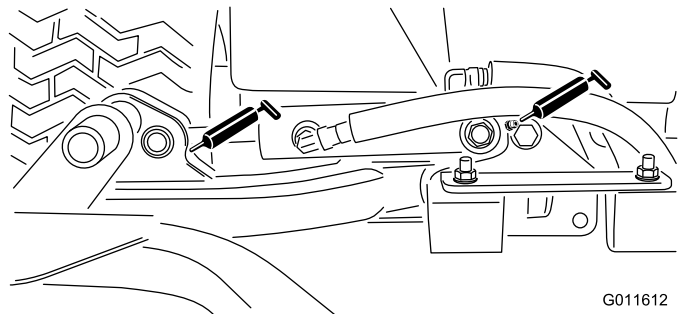

Bild 48
- Hubarmzylinder der Schneideinheit (2 Stück) (Bild 48)
- Hubarmgelenke (1 Stück) (Bild 48)